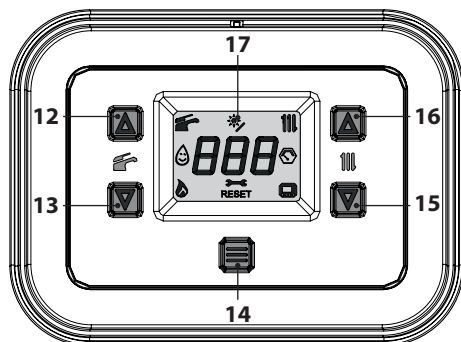
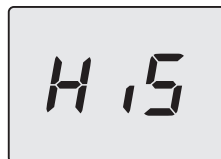
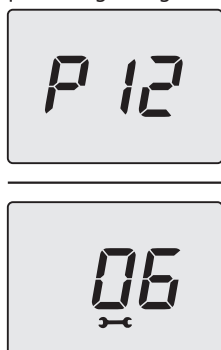
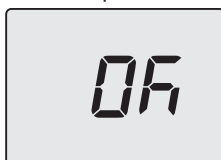

Figura 5.40
Figura 5.41
Figura 5.44
Figura 5.45
- Entrare in "modalità programmazione" premendo contemporaneamente per 5 secondi i tasti 13 e 15 (Figura 5.40) fino a far apparire sul display LCD le lettere **HiS** che indicano il menu "Storico delle caldaie" (Figura 5.41).
- Premere per 1 sec. il tasto 14 (Figura 5.40) per entrare nel parametro selezionato. Il display visualizzerà quanto segue (Figura 5.44).
- Premendo il tasto 14 (Figura 5.40) si ottiene la conferma del valore inserito. Il display visualizzerà per 5 sec. quanto segue (Figura 5.45) poi, si porterà al livello superiore.
- Premendo contemporaneamente i tasti 13 e 15 (Figura 5.40) si esce senza modificare il valore (ritorno al livello precedente).
- tenere premuti contemporaneamente i tasti 13 e 15 per 5 sec. (Figura 5.40) (ritorno al livello precedente).